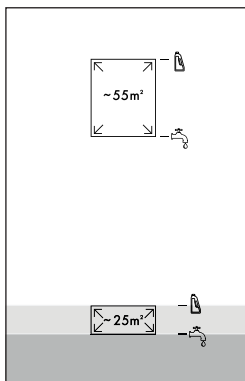

Rys. 6
- ♦ Chwyc zbiornik czystej wody **11** za boczne wnątki do chwytania i wyciągnij go do góry z urządzenia (patrz rys. 6).